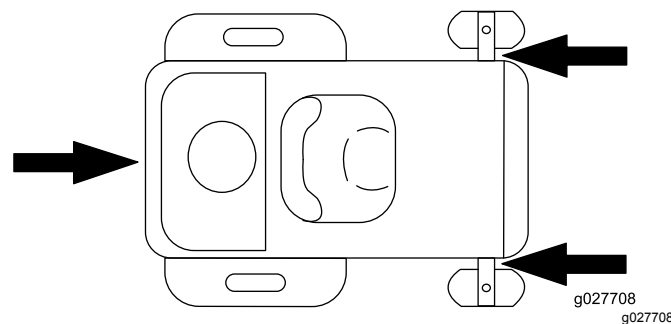

Figura 29
- Ancorate la macchina vicino alle ruote orientabili anteriori e al paraurti posteriore (Figura 29).